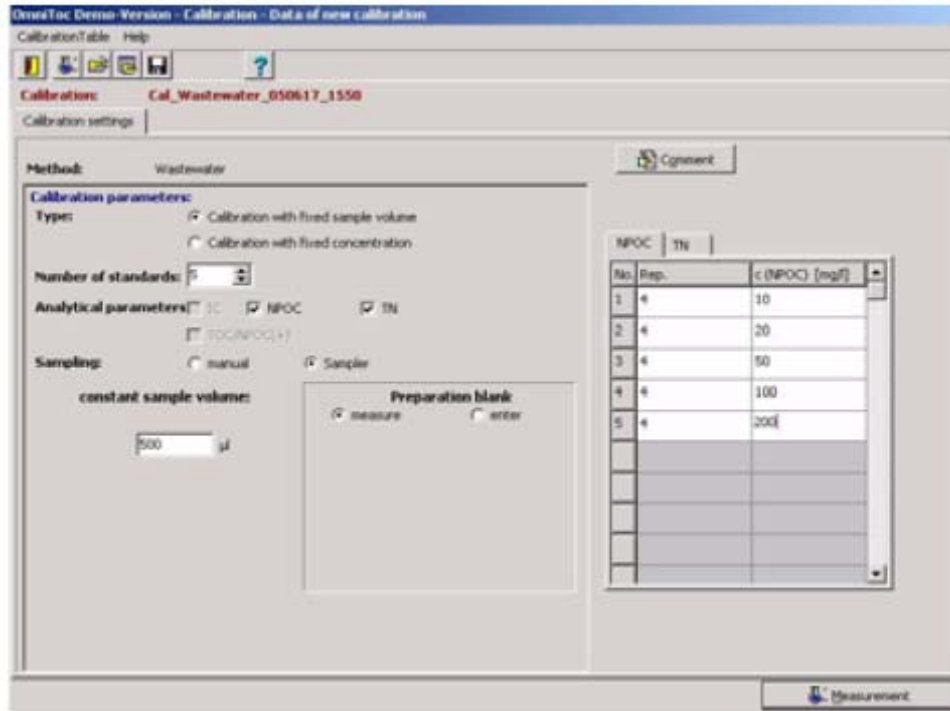

图46 Calibration-Data of New Calibration（标定——新标定数据）窗口
3. 选择待标定的方法（5.7.3）或者载入一个已有的标定表。按屏幕提示进行操作。当待标定的方法已经载入或者已有的标定表已经打开，**Calibration—Data of new calibration**（标定—新标定数据）窗口将打开（图46）。
只有在内部或外部固体测定模块存在或者手动处理样品的情况下才能对固体测试进行标定。标定操作步骤详见5.9。推荐的标定类型是固定浓度的标定（图46）。